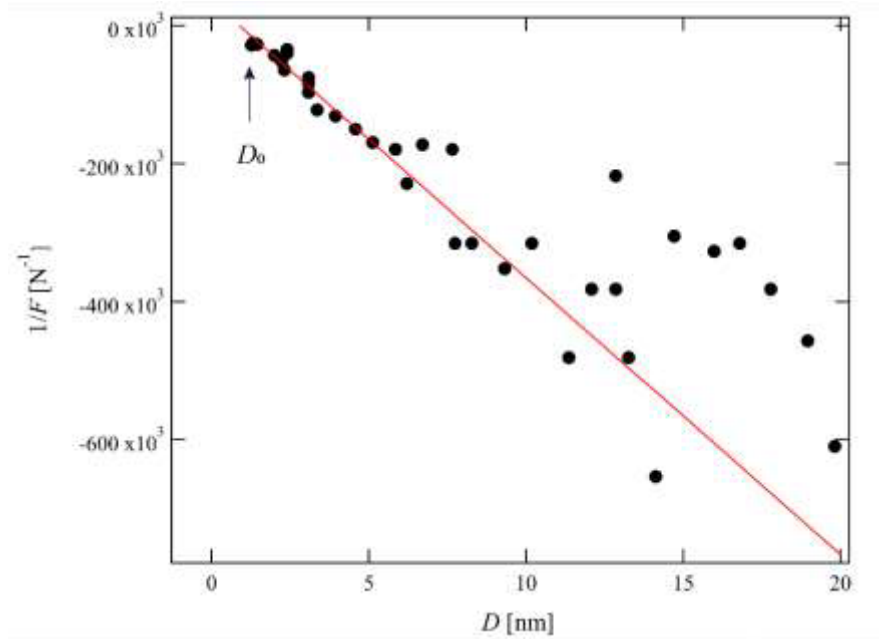

Figure 15 : Inverse de la force  $F$  exercée sur le plan (exprimée en N) en fonction de la distance sphère-plan  $D$  (en nm). Données de la figure 14.
53. Sur la figure 15, on a tracé  $1/F$  en fonction de  $D$  à partir des données de la figure 14. Interpréter la dispersion des données à grande distance. Expliquer en quoi cette représentation est compatible avec les résultats de la littérature scientifique qui prévoient que  $\phi(x) \approx x$  pour  $x \geq 1$ . Estimer la valeur de la viscosité de l'OMCTS à partir de ces données expérimentales.
54. L'ajustement des données expérimentales n'est pas totalement compatible avec un ajustement linéaire. Il faut plutôt utiliser un modèle affine qui fait apparaître la distance  $D_0$  définie sur la figure 15. Proposer une explication possible à cet écart.